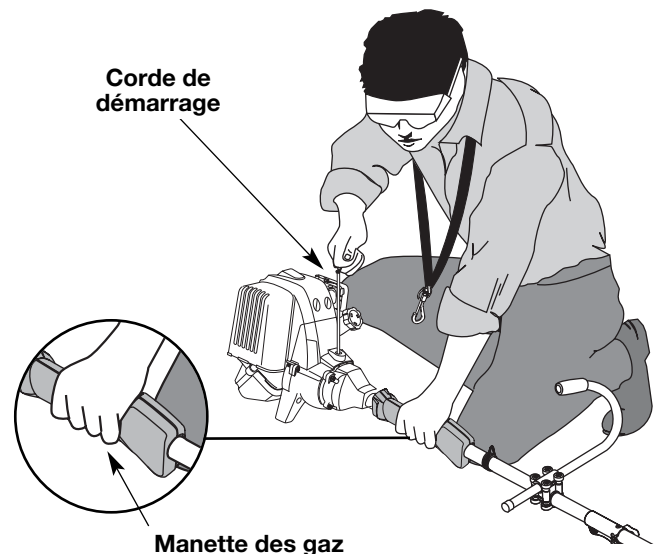

Fig. 22
**AVERTISSEMENT:** évitez tout démarrage accidentel. Tenez-vous en position de démarrage lorsque vous tirez sur la corde de démarrage (Fig. 22). L'opérateur et l'appareil doivent tous deux être en position stable pour éviter des blessures graves.
6. Levez-vous en position de démarrage (Fig. 22) et appuyez sur la manette des gaz. Tirez sèchement sur le cordon de démarrage jusqu'à 5 fois.